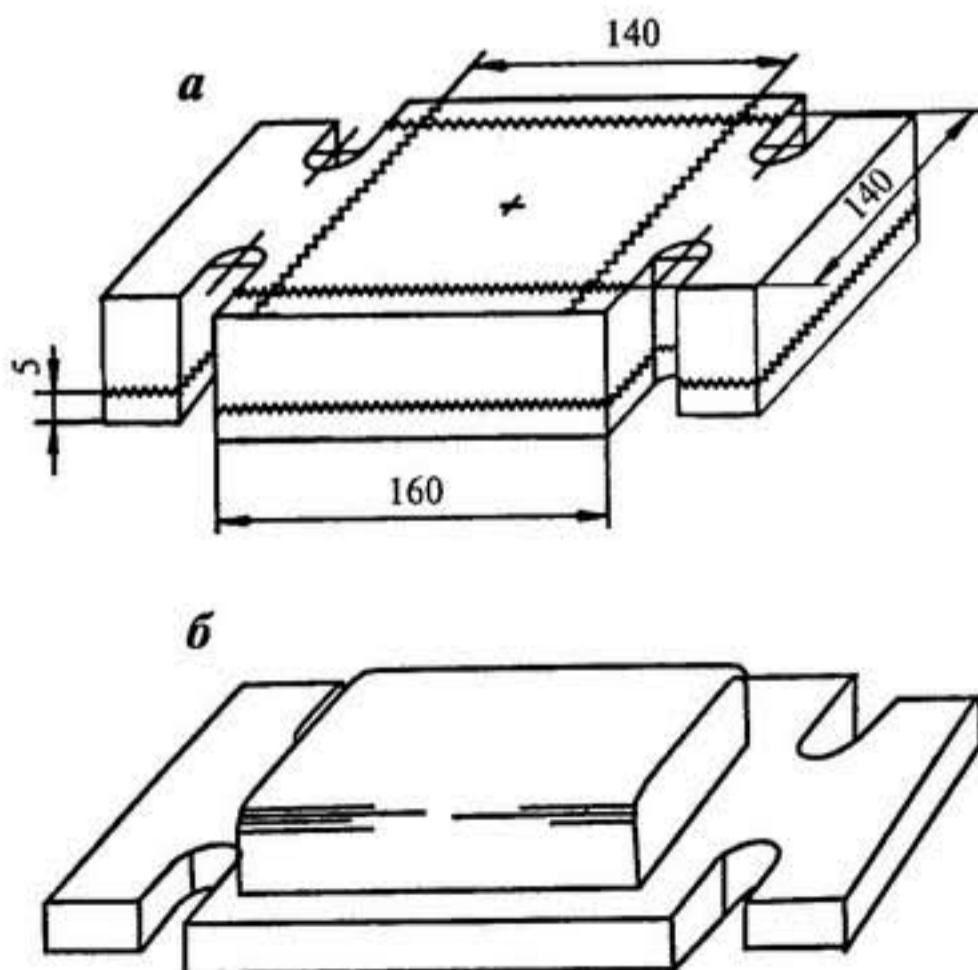

Рис. 147
6. Давайте перевернем ее и продолжим разметку, после чего сделаем пропилы, не забывая оставлять припуск на шлифовку (рис. 147, а).
7. Если вы выполнили все закругления, которые указаны на шаблоне, скруглите острые грани (рис. 147, б). На этом вся черновая работа закончена, и вы можете приняться за шлифование. Чем лучше будет выполнена эта операция, тем выигрышнее будет смотреться ваша конфетница, в которой и конфеты станут еще слаще.